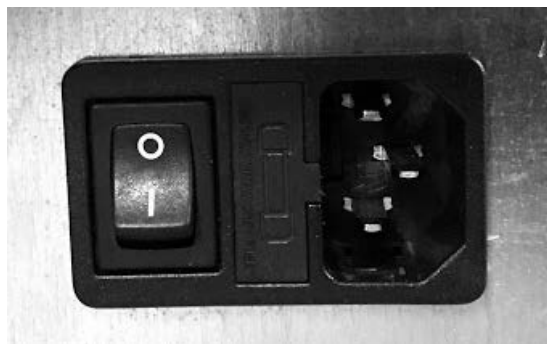

Fig. 35 - Toma de corriente con interruptor general
- Conectar el cable de alimentación primero en la parte posterior de la estufa (véase **Fig. 35**) y después en una toma de corriente en la pared.
- El interruptor general O/I (véase **Fig. 35**) tiene que ser activado sólo para encender la estufa, en caso contrario es aconsejable dejarlo apagado.